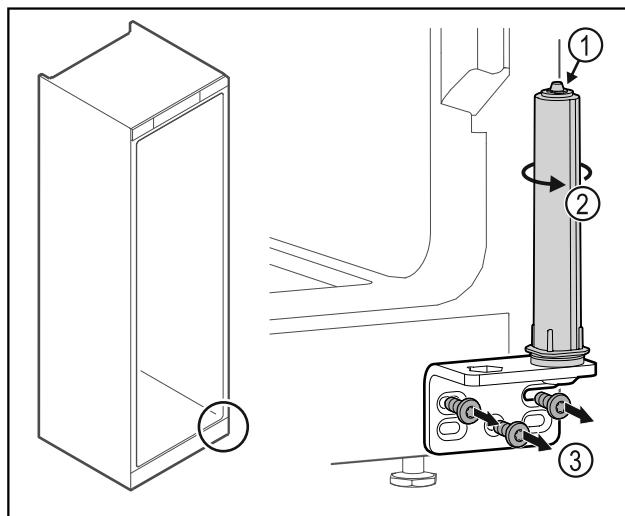

Fig. 46
- Nu dezasamblați sistemul de închidere al ușii Fig. 46 (1).
- Rotiți Fig. 46 (2) sistemul de închidere, până când face clic.
- Deșurubați Fig. 46 (3) colțarul balamalei.